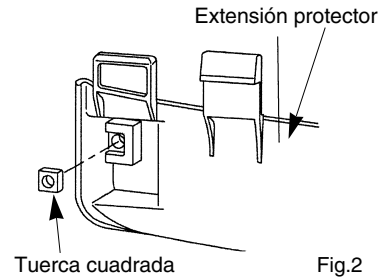
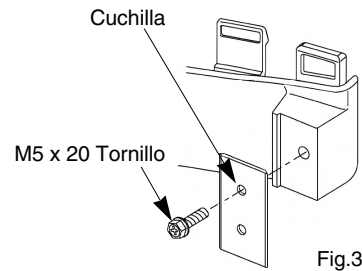

Fig.2
Fig.3
1. Coloque la tuerca cuadrada en la extensión del protector. Ver Fig.2
2. Coloque la cuchilla que limita la longitud del nylon utilizando el tornillo de M5x20 bloqueado con la tuerca cuadrada. Ver Fig. 2 y Fig. 3.